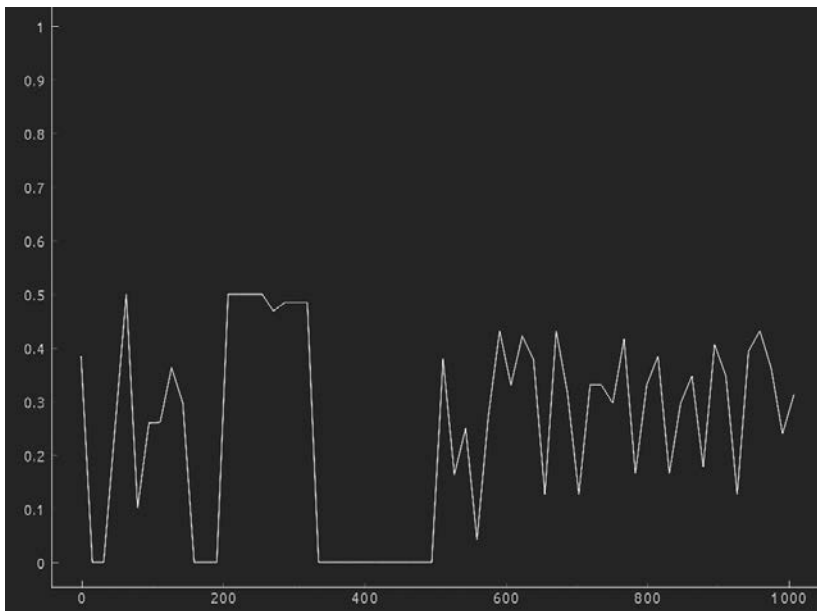

Рис. 3.40. Более подробный анализ энтропии с акцентом на интересующие области
Нашлось два участка с высокой энтропией: 16 байт по адресу 0x40 ① и 128 байт по адресу 0xD0 ②. 128-байтовый блок хорошо виден на графике энтропии на рис. 3.40.